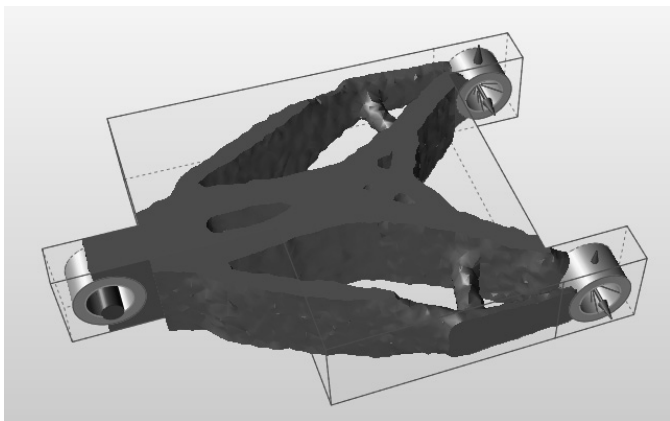

图 5-47
6) 拖动形状探索器中的拓扑滑块，探索优化后的形状，如图 5-47 所示。改变拓扑即会增加或减少材料的使用，以此来说明该操作是如何对形状施加影响的。注意：当向右拖曳滑块时，将会出现另外的结构，这表明应使用更高的材料百分比重新运行优化。